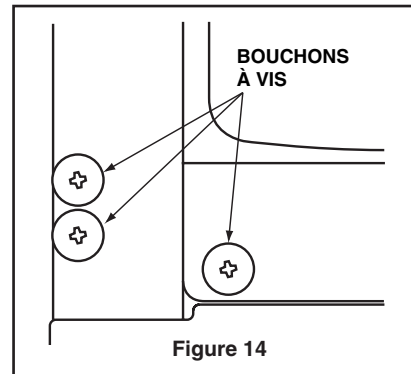
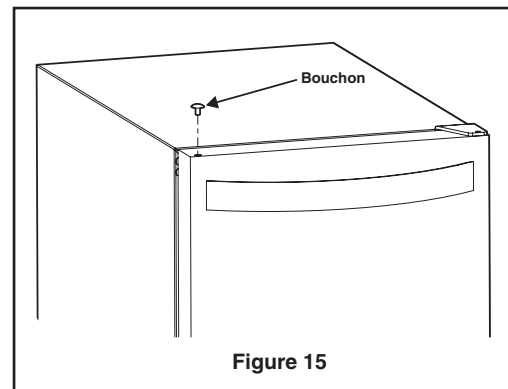

Figure 14
Figure 15
- 2 Enlevez les bouchons à vis en plastique (trois en haut et trois en bas) du nouvel emplacement des charnières (Figure 14) et enlevez le bouchon du trou de l'axe de la charnière situé sur le dessus de la porte (Figure 15). Conservez ces bouchons.